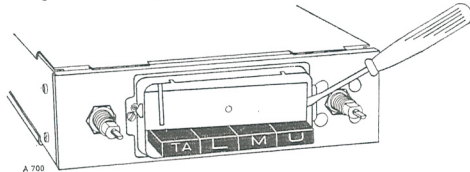

Fig. 1
2. Lichtschirm etwas herausheben: Fig. 1
2. Lift out the reflector plate to a slight degree: Fig. 1.